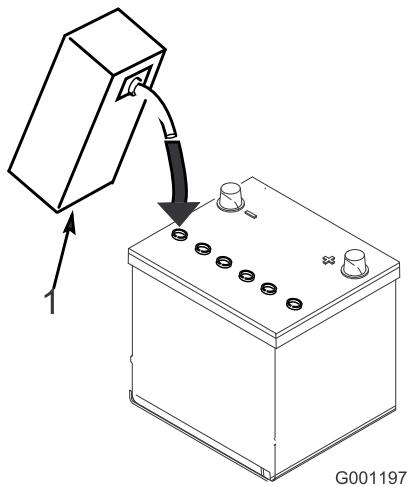

Figura 5
- Llene cuidadosamente cada celda con electrolito hasta que las placas estén cubiertas de aproximadamente 6 mm de fluido (Figura 5).